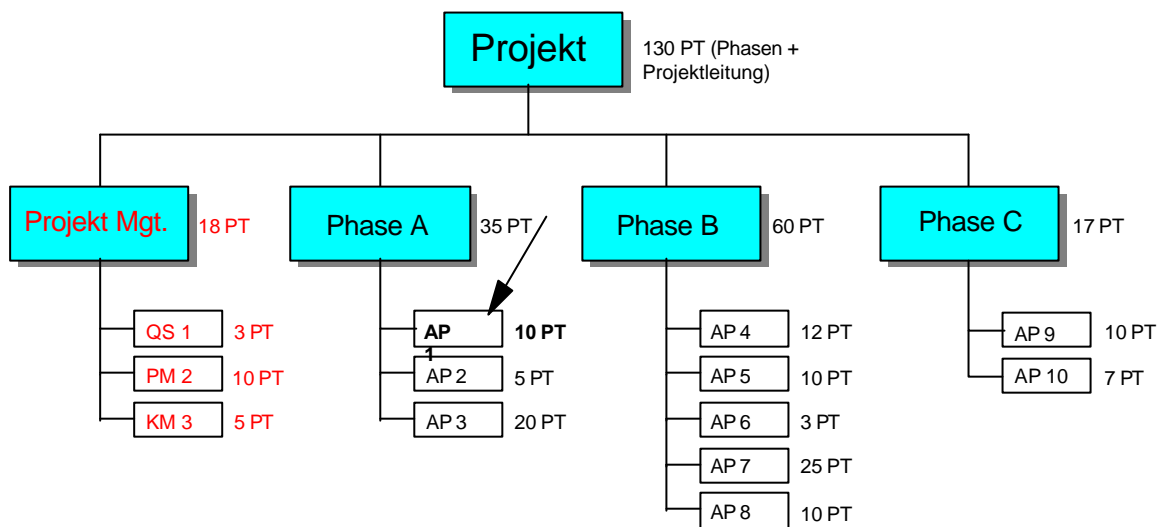
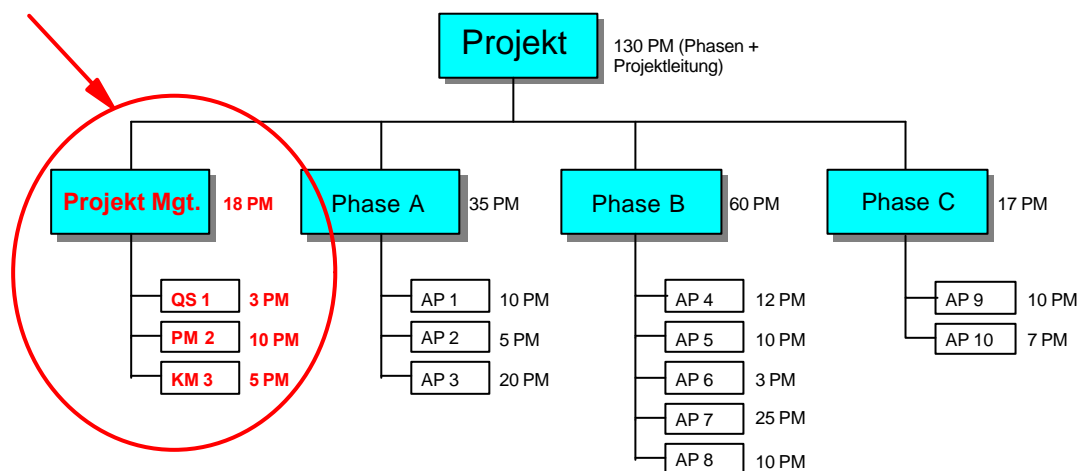

Abbildung 1: Beispiel einer Projektaufteilung mit geplanten Aufwänden
Abbildung 6: Beispiel mit Fokus auf die Dauerarbeitspakete
Um die Problematik zu illustrieren wollen wir am Beispiel (Abbildung 1) den Fertigstellungsgrad der Phase A betrachten. Das Beispiel wurde um die realen (theoretisch nicht genau messbaren) FG's der einzelnen AP's ergänzt. Das Beispiel basiert darauf, dass
Um etwas mehr Volumen zu erhalten, wurde in der Abbildung 6 gegenüber der Abbildung 1 die Personentage (PT) mit Personenmonate (PM) ausgewechselt 1PM = 20 Arbeitstage.
Dauerarbeitspakete sind nicht auf einen Zeitabschnitt eines Projekts beschränkt, sondern dauern oftmals von Anfang bis Ende einer Phase respektive eines Projekts. Typisches Beispiel ist die Managementarbeiten eines Projektes (beinhaltet je nach Projektart und Grösse unter anderem Konfigurationsmanagement, Qualitätsmanagement, Projektmanagement). Wenn das Projekt aus Abbildung 6 einen Projektleiter benötigt, der zu 100% ausgelastet ist, wird seine geleistete Arbeit linear zum "Earned Value" der ergebnisbezogenen AP's dazugerechnet.
Bsp: Wir nehmen an, die Projektdauer ist auf 12 Monate geplant. Zu den Daueraufgaben gehören Qualitätssicherung, Projektleitung allg., und Konfigurationsmanagement (siehe Abbildung 6). Der Monat 4 wurde eben abgeschlossen. Wie wird jetzt der Earned Value bis und mit Monat 4 berechnet? Dazu wiederum eine Tabelle: